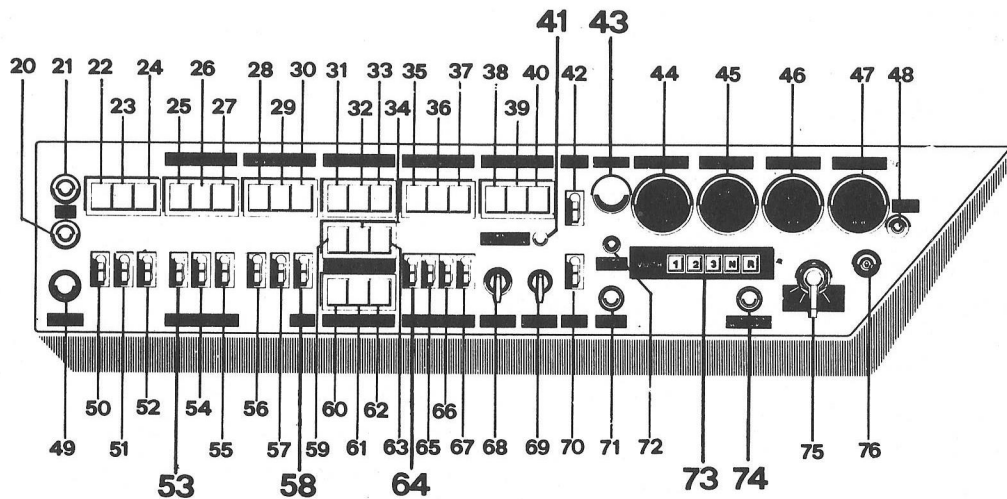

Fig. 2 : Cruscotto laterale
Le ridotte dimensioni del cruscotto anteriore, atte a consentire un miglioramento della visibilità sul davanti, hanno comportato lo spostamento a lato, sul cruscotto laterale sinistro (fig. 2 - pag. 8), della quasi totalità dei dispositivi, ad eccezione di quelli di cui il conducente deve avere un continuo e diretto controllo visivo.
- Inserire l'interruttore "arricchitore pompa di iniezione" (n.64 - fig.2 - pag.8).
- Ad avviamento avvenuto, disinserire l'interruttore "arricchitore pompa di iniezione" (n. 64 - fig. 2 - pag.8).
- Premere il pulsante verde "chiusura teleruttore generale di corrente " (n. 72 di fig. 2 - pag.8).
spia n. 29 - fig. 2 - pag. 8 deve risultare spenta).
- Per arrestare il motore, tenere premuto l'apposito pulsante (n. 48 - fig. 2 di pag. 8) fino al suo completo spegnimento.